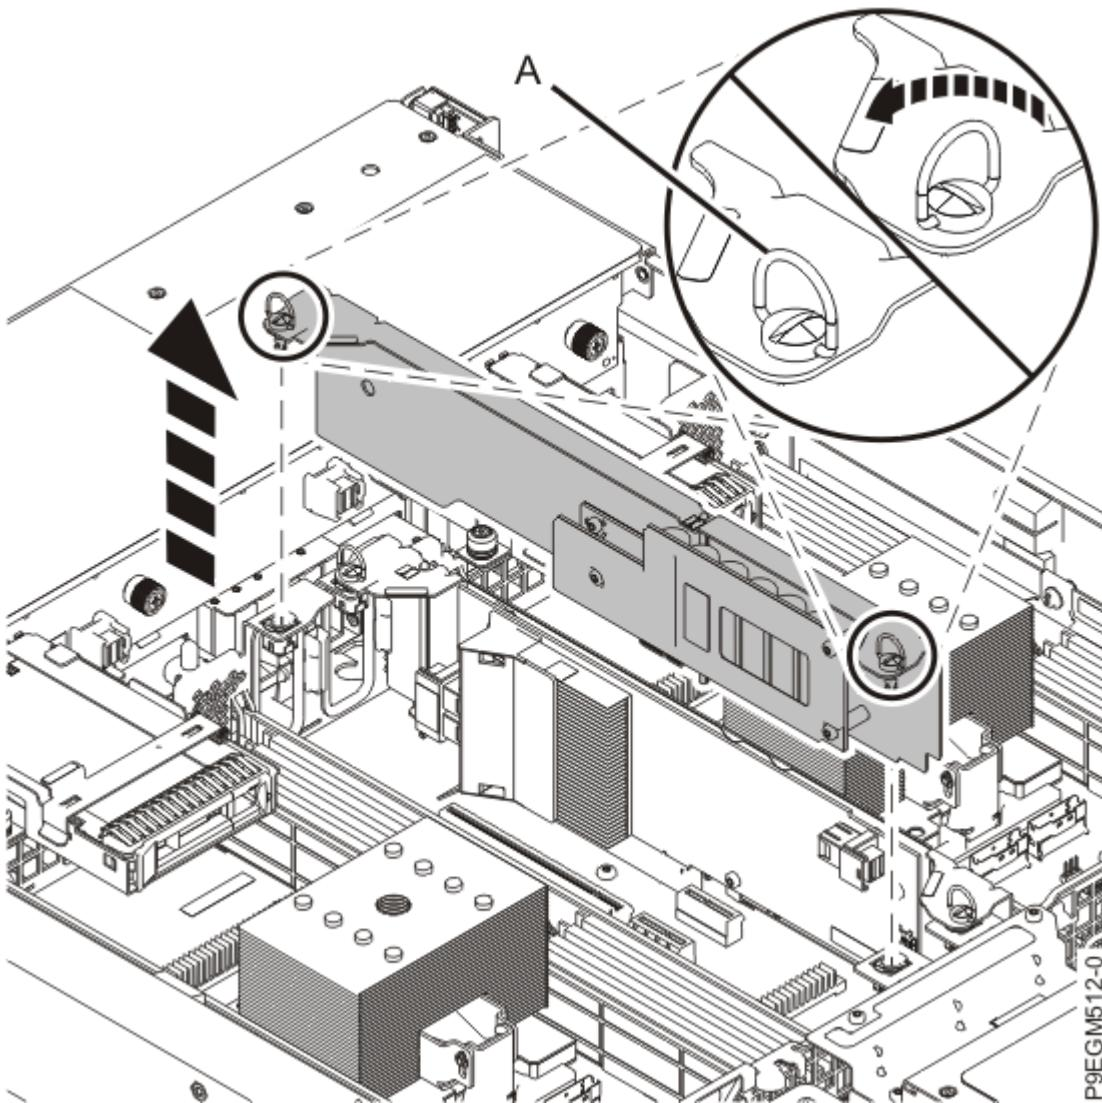

図 23. バックアップ電源モジュール・カードの取り外し
- ねじ (A) を反時計方向に回転して、バックアップ電源モジュールを解放します。バックアップ電源モジュールの青いハンドルをつかみ、持ち上げてスロットから取り出します (29 ページの図 23 を参照)。